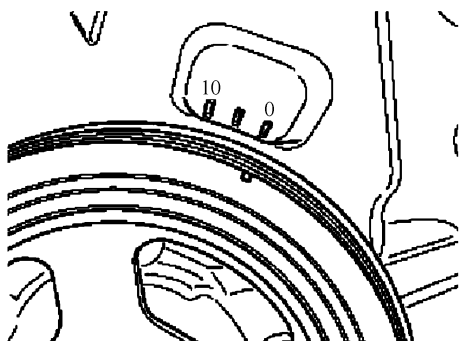

图 8-44 对齐凹槽和正时链条盖的正时标记
- 17) 顺时针旋转曲轴带轮, 并对齐凹槽和正时链条盖的正时标记, 如图 8-44 所示。
③ 在正时链条盖的水泵接触部分应使用液体衬垫 (THREE BOND 1282B 或 THREE BOND 1216E), 在其他部分应用 THREE BOND 1217H 或 LOCTITE 5900H。在 5min 内重新装配盖。
④ 对齐气缸体的定位销和油泵的孔。
10) 安装带轮时, 带轮的凹槽应朝向外侧, 如图 8-44 所示。